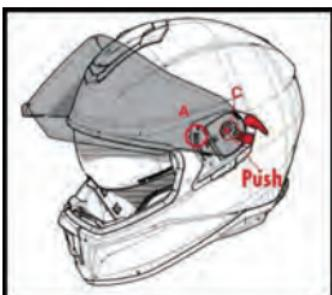

Fig.4
- 3.2 Apretar el gancho C de rotación como se ilustra en la fig 4 hasta que se enganche